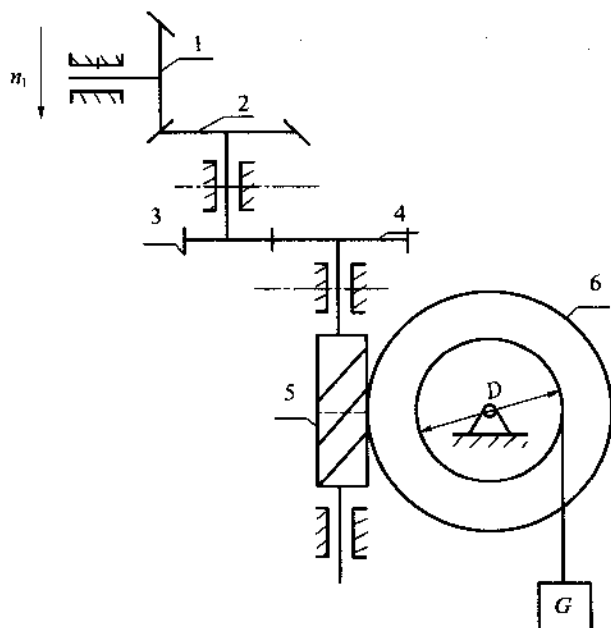

图 9
18. 如图 9 所示, 已知各轮齿数分别为 $z_1 = 16$, $z_2 = 32$, $z_3 = 20$, $z_4 = 60$, $z_5 = 2$, $z_6 = 40$, 若 $n_1 = 800 \text{ r/min}$, 求: